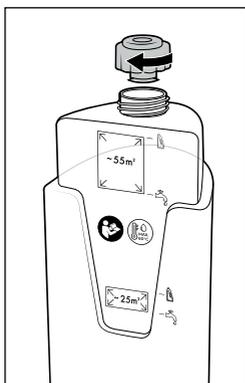

Fig. 10
- ◆ Înșurubați capacul rezervorului de apă curată ❶ din nou (a se vedea fig. 10).